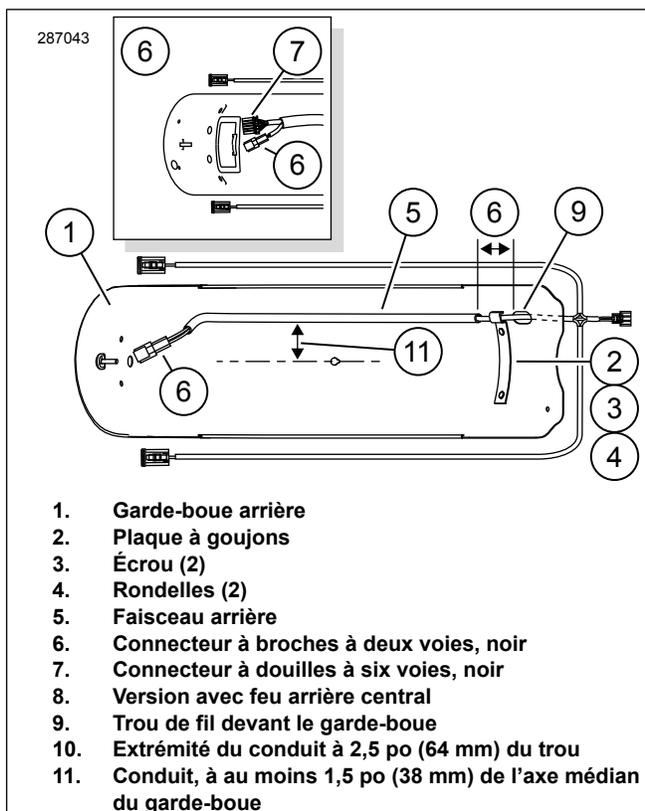

Figure 2. Installation du faisceau du garde-boue arrière
1. Voir la Figure 2. Nettoyez sous le garde-boue (1) le long du chemin de montage du harnais, comme indiqué, avec un mélange à 50 % d'alcool isopropylique et 50 % d'eau distillée. Laissez sécher complètement. N'utilisez pas de solvants ou de produits chimiques agressifs qui endommagent les surfaces peintes.